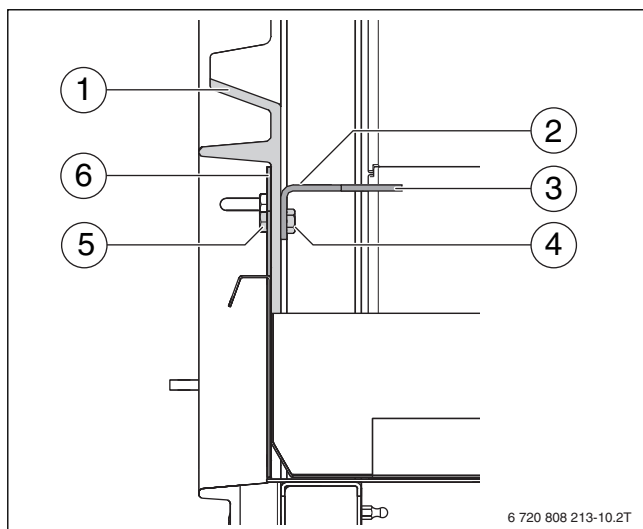
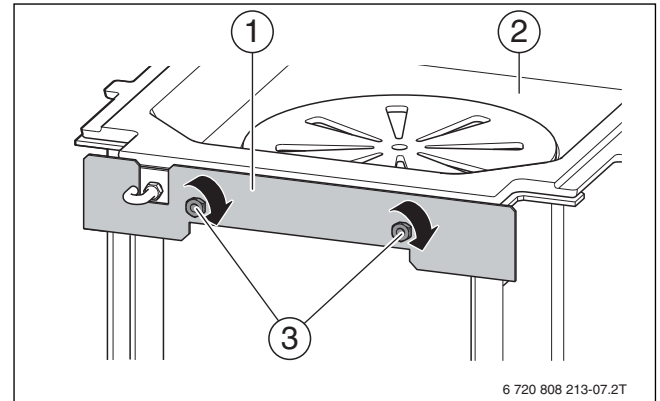

Bild 17 Blende von außen montieren
Bild 18 Blende von außen an der Vorderplatte verschrauben
- Blende (→ Bild 17, [6], Bild 18 [1]) von außen gegen die Vorderplatte halten.
- Sechskantschrauben (→ Bild 17, [5], Bild 18 [3]) von außen durch die Blende [6] und die Vorderplatte [1] schieben.
- Rostauflegeblech (→ Bild 17, [3]) von innen gegen die Vorderplatte halten. Sechskantschrauben [5] in die angeschweißten Muttern [4] des Rostauflegeblechs eindrehen.
- Rostauflage (→ Bild 18, [2]) mit den Führungsnippeln nach vorne in den Heizeinsatz einlegen.
- Darauf achten, dass die Führungsnippel in die Langlöcher (→ Bild 17, [2]) des Rostauflegeblechs [3] greifen.
- Sechskantschrauben festziehen (→ Bild 18, [3]).